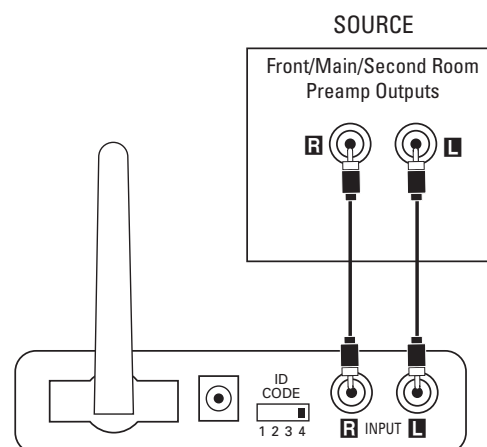

Figure 4.
**Étape 1.** Branchez le câble de connexion (inclus) entre les sorties préamplifiées avant/principal gauche et droite ou les sorties zone 2 ou les sorties REC et les entrées du module de transmission **14**, comme indiqué sur la Figure 4.